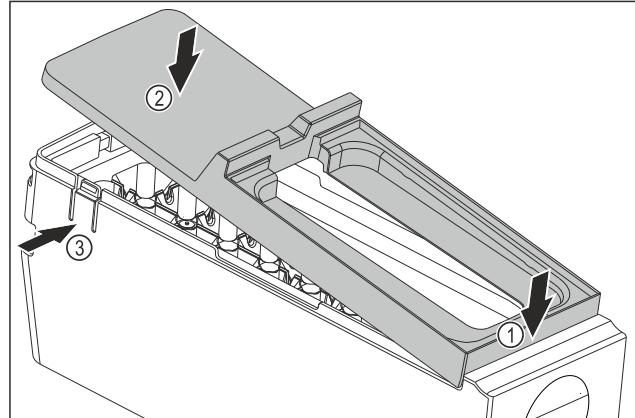

Fig. 99
- Montáž krytu korpusu EasyTwist-Ice: Kryt nasadte vpred. Fig. 99 (1)
- Kryt spustite dozadu. Fig. 99 (2)
- Kryt počuteľne zapadne od oboch strmeňov Fig. 99 (3).